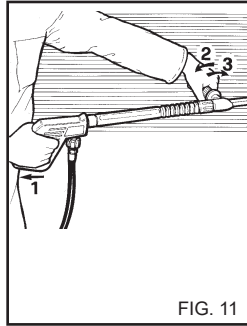

FIG. 11
**ANVENDELSE AF DET DOBBELTE SPYD ELLER (fig. 11)**